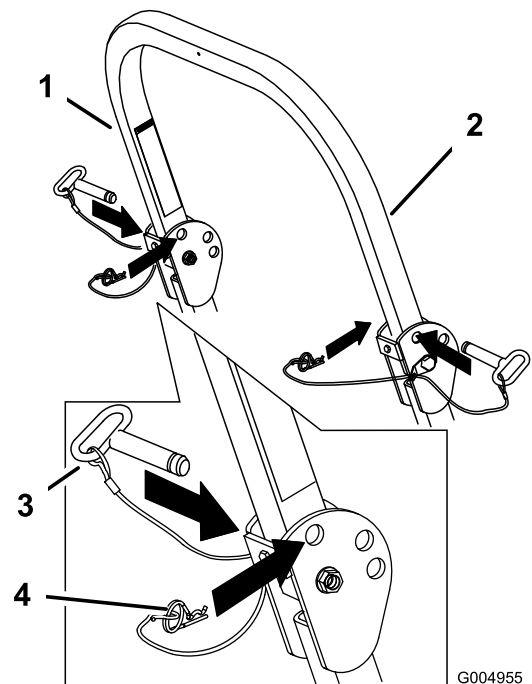

Figure 8
1. Retirez les goupilles fendues puis les 2 axes (Figure 8).
3. Posez les 2 axes et fixez-les avec les goupilles fendues (Figure 8).
4. Pour relever l'arceau de sécurité, retirez les goupilles fendues puis les 2 axes (Figure 8).
5. Relevez complètement l'arceau de sécurité puis insérez les 2 axes et fixez ces derniers avec les goupilles fendues (Figure 8).